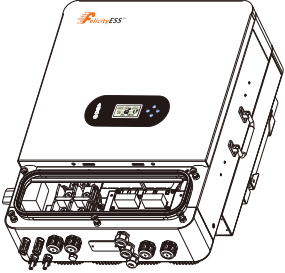

Figura 4.6-1 Interfaz DRMS
Paso 1: Desatornille esta tapa del inversor. Ver figura 4.6-1.